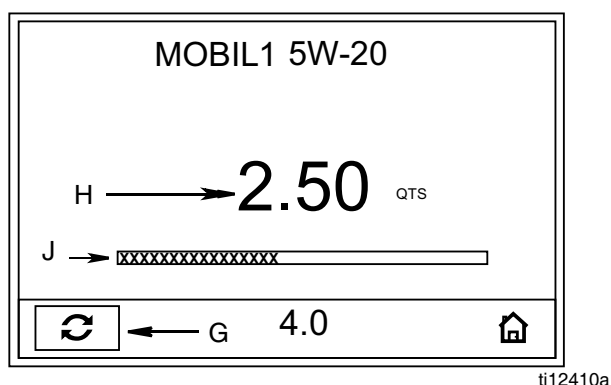

FIG. 25
2. Appuyer sur bouton ENTRÉE au milieu pour confirmer la sélection. L'écran « Distribution préréglée » (FIG. 25) s'affiche.
Le produit s'écoule. La quantité affichée augmente de zéro ou de la quantité qu'on a précédemment distribuée (FIG. 25) et s'affiche dans le champ H. Une représentation visuelle de la progression de la distribution apparaît aussi sur la barre de progression (J).